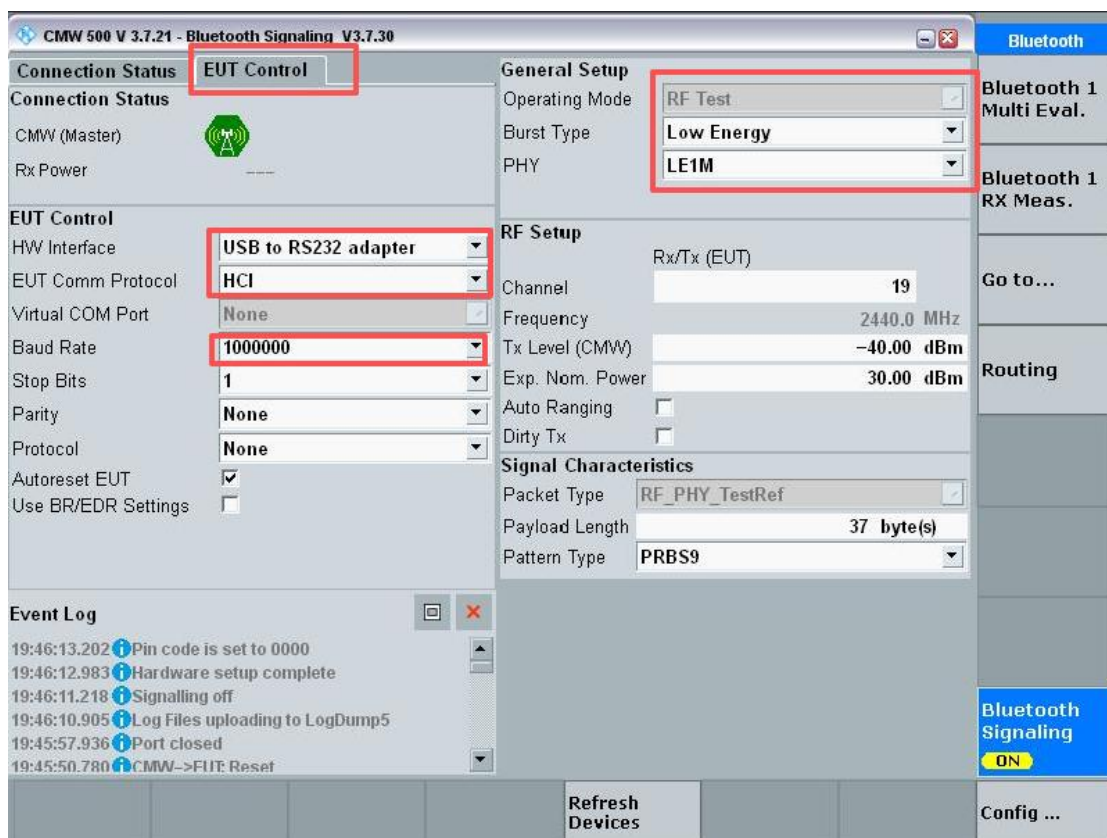

图 3-5
- 1) 在 Bluetooth signaling 界面点击【EUT Control】，出现对应界面后根据图 3-5 进行配置：选择 HW Interface 为 USB to RS232 adapter，选择 Baud Rate 为 1000000，Burst Type 选择 Low Energy，此时串口没有插入 Virtual COM port 为灰色；